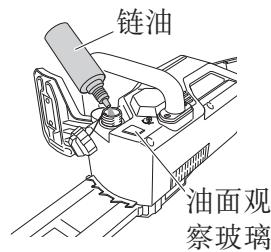

图 17
- 本机在交付时里面并无链油。在使用前, 请确保油箱中加满所提供的链油。(图 17)